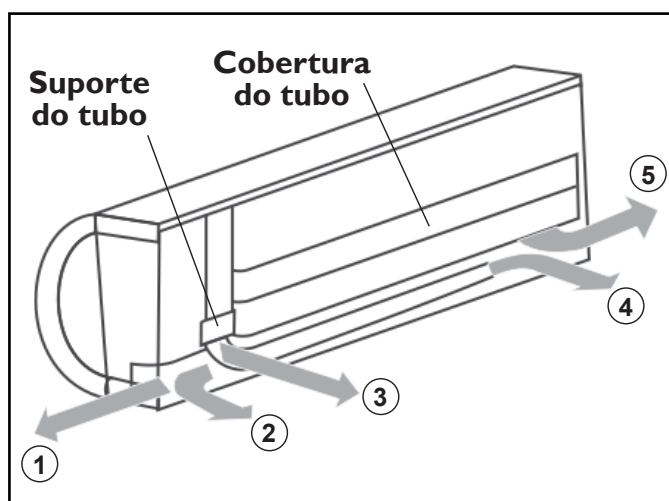

FIGURA 9 - DIREÇÕES DAS TUBULAÇÕES
- A tubulação pode ser conectada numa das direções indicadas na figura 9.